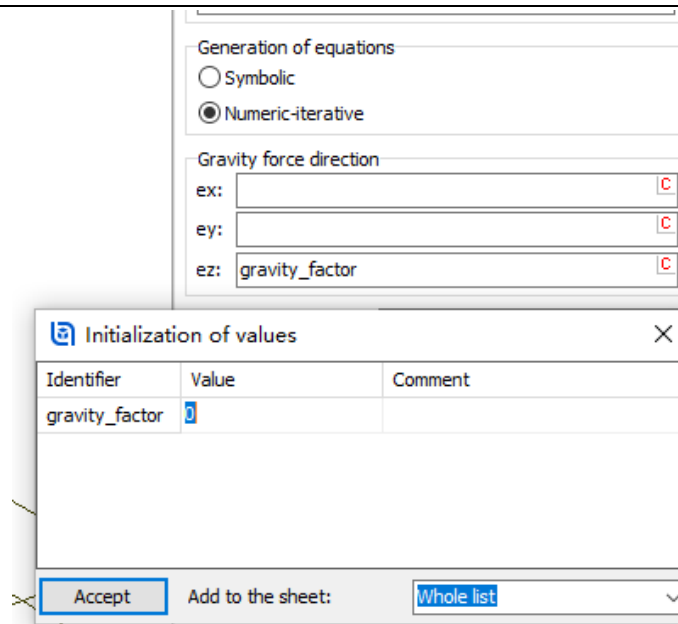

图 3.11 取消重力的方法
3. 然后在右侧交互界面 **Gravity force direction** 框 **ez** 一栏定义重力系数 **gravity\_factor**，赋值为 **0**，如图 3.11 所示。